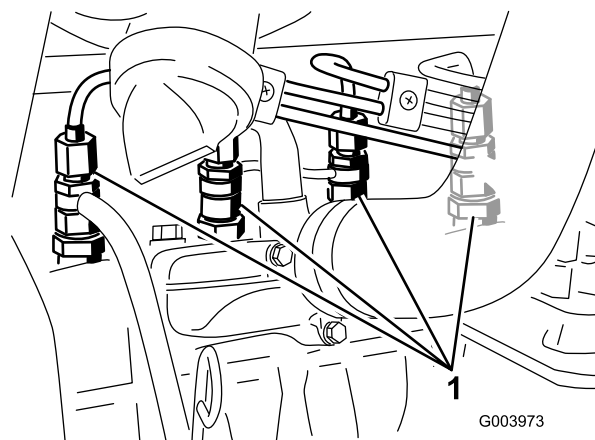

Figura 65
1. Afloje la conexión entre el tubo y el conjunto de boquilla y soporte N° 1 (Figura 65).